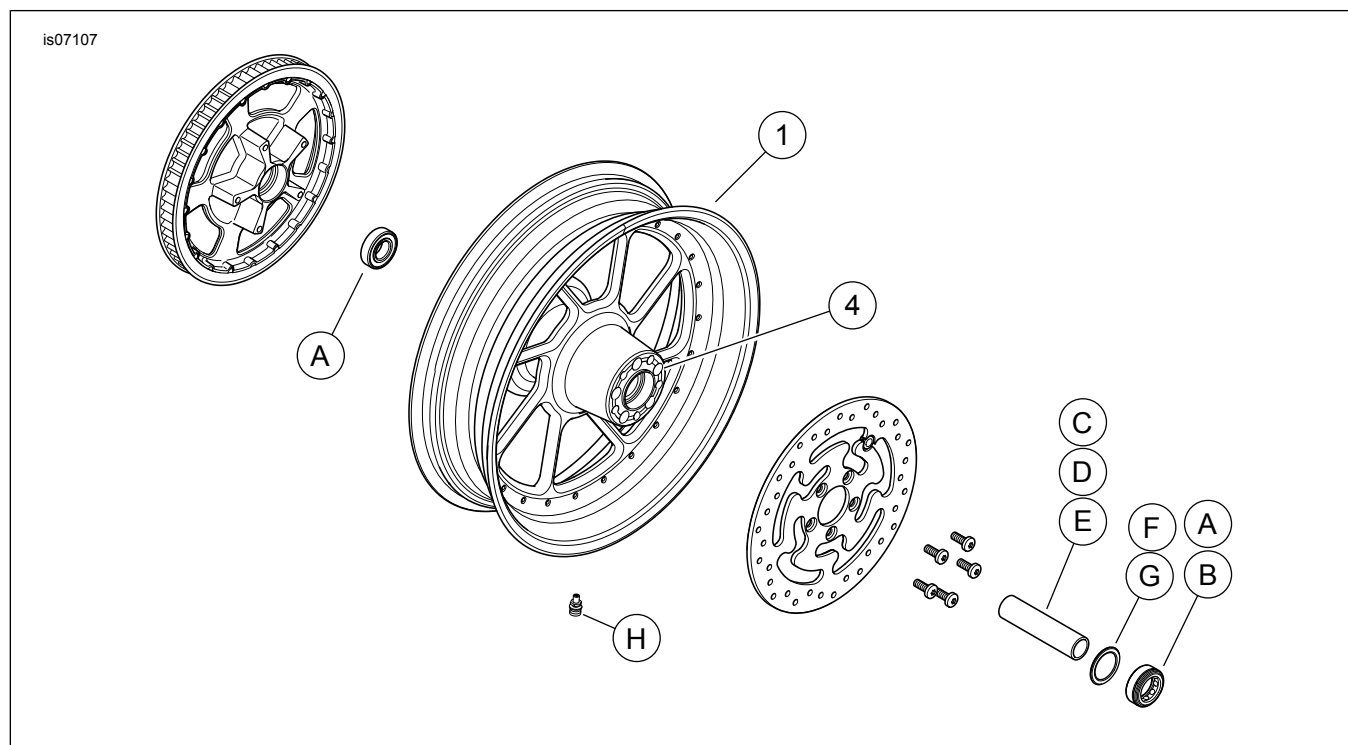

Figura 1. Piezas de servicio: Ruedas traseras Road Winder
Vea Figura 1 y Tablas de piezas de servicio.
2. Vea Figura 1. Instale el conjunto del vástago de la válvula (H) en la rueda. Vea el Manual de servicio.